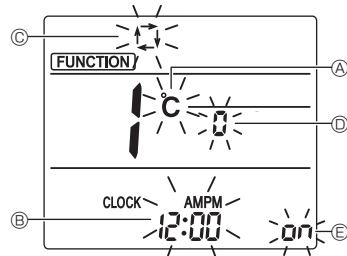

Fig. 4-11
L'écran Réglage de l'affichage s'affiche. (Fig. 4-11)
4.12.2. Changement de l'unité de température (Fig. 4-11 (A))
- Appuyez sur la touche **TEMP** ⑤.
4.12.3. Changement de l'affichage de l'heure (Fig. 4-11 (B))
- Appuyez sur la touche **TIME** ⑥.
4.12.4. Changement du mode AUTO (Fig. 4-11 (C))
- Appuyez sur la touche **LEFT** ⑦.
4.12.5. Changement du n° de paire (Fig. 4-11 (D))
- Appuyez sur la touche **UP** ④.